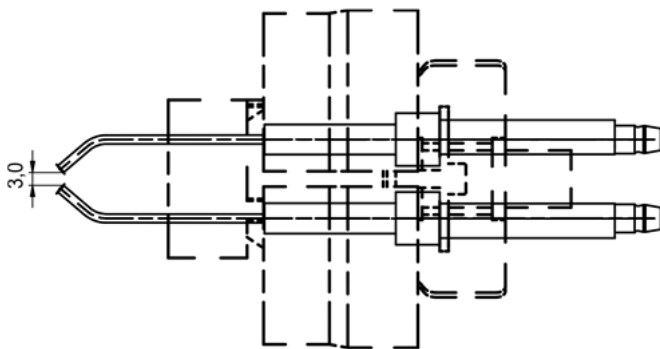
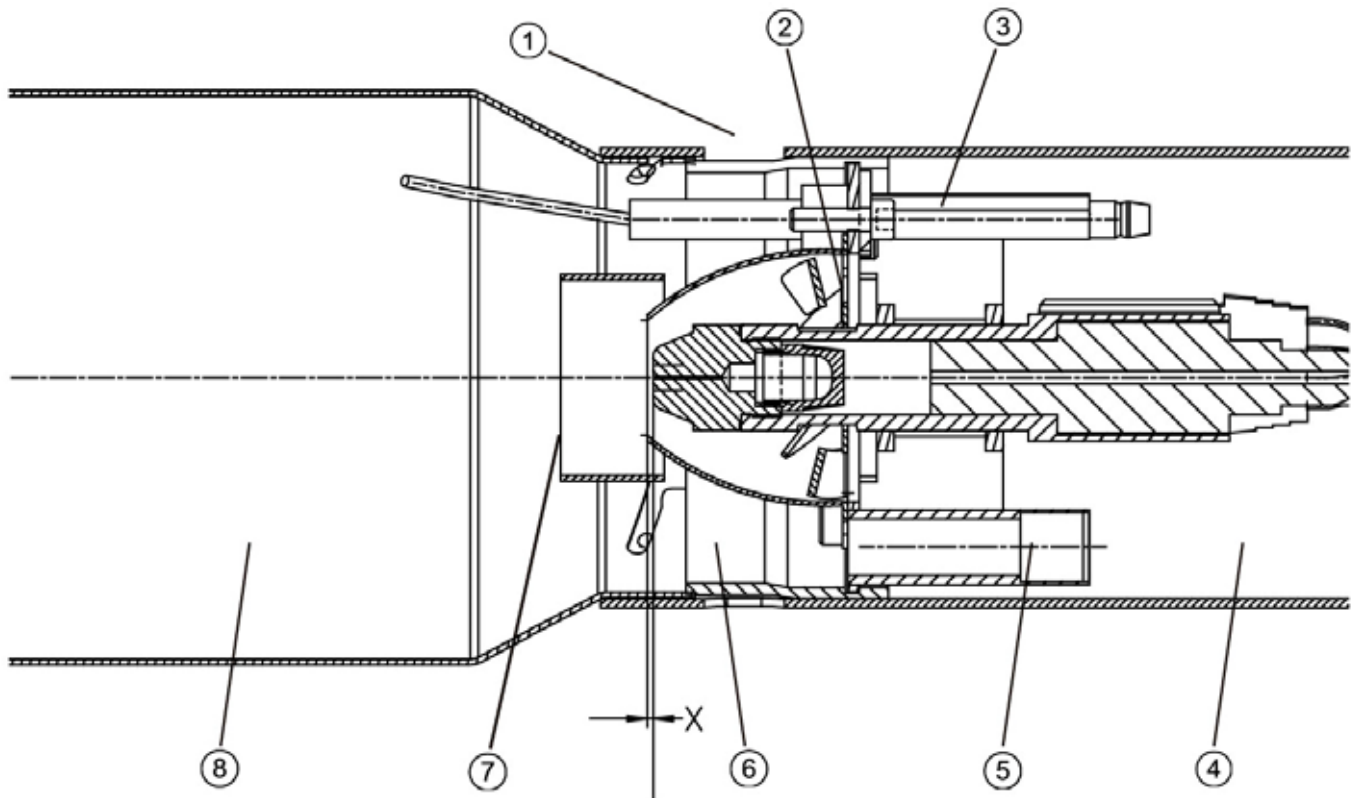

Abb. 16: Zündelektrodeneinstellung
Abb. 17: Maß X der Mischeinrichtung
Anhand der Abb. 16-Abb. 17 können die Zündelektrodenform, die Position sowie der Abstand ermittelt werden.
- ➡ Justieren Sie – falls erforderlich – den Abstand und die Position der Zündelektroden gem. Abb. 16.
Legende zu Abb. 17: